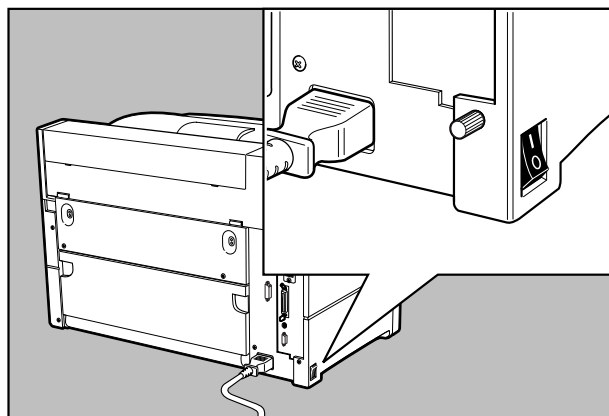

Fig. 2.33 Accendere la stampante
Premere | sull'interruttore principale della stampante (fig. 2.33).
2. Per spegnere la stampante mettere l'interruttore principale sulla posizione di **O** (fig. 2.33).